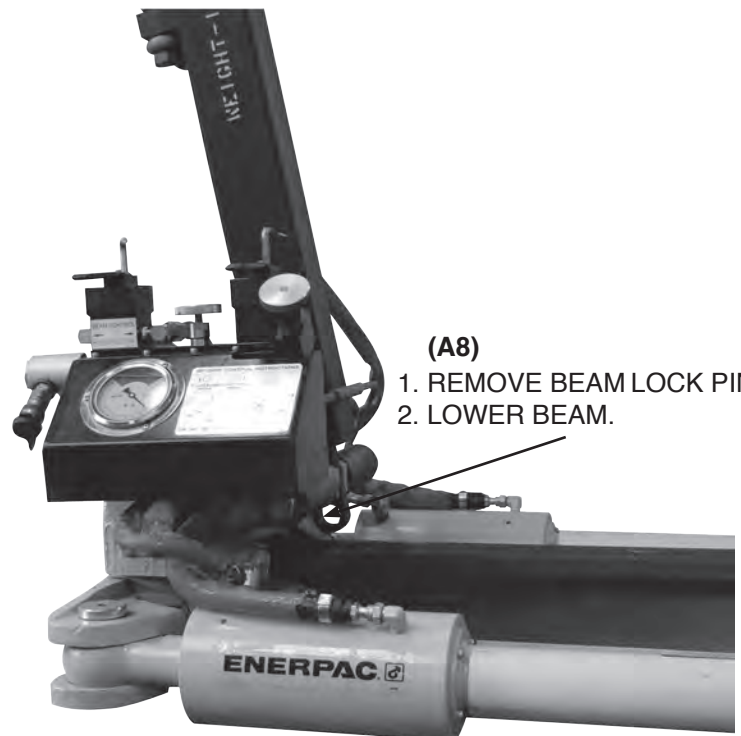

FIG.4
1. REMOVE THE BEAM LOCK PIN **{{A8} IN FIG. 4}** AND LOWER THE BEAM BACK ONTO THE RAIL.